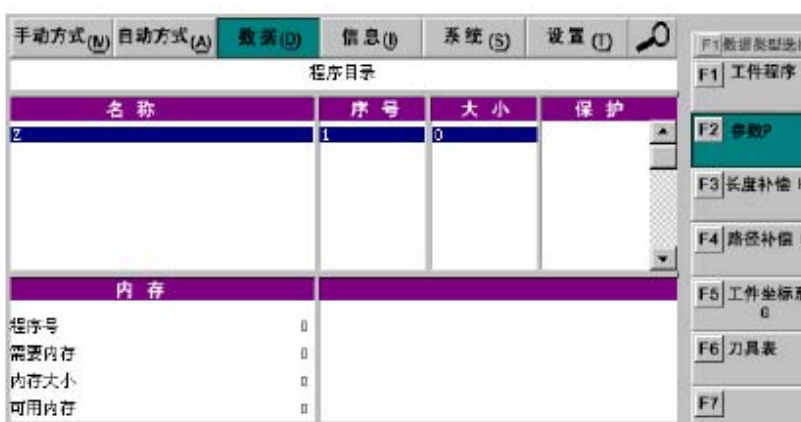

图3.2-1
1) 点击“数据”子任务栏中的“数据类型选择”，出现如图 3.2-1 界面。点击其上的“参数 P”命令